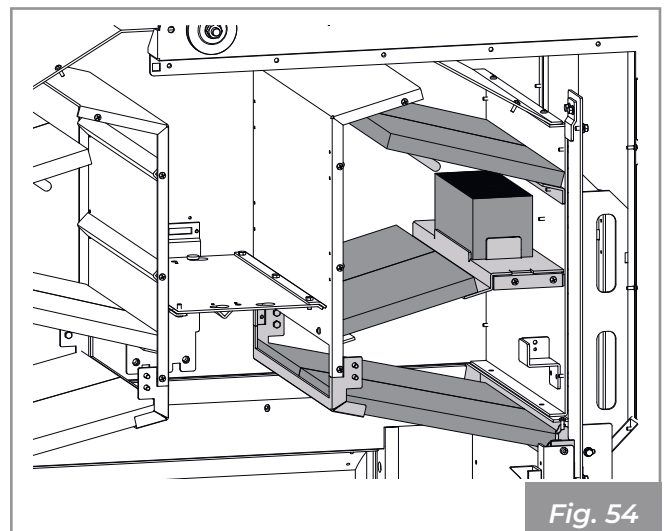

Fig. 54
8) Procéder de la même façon du côté opposé (Fig. 54).